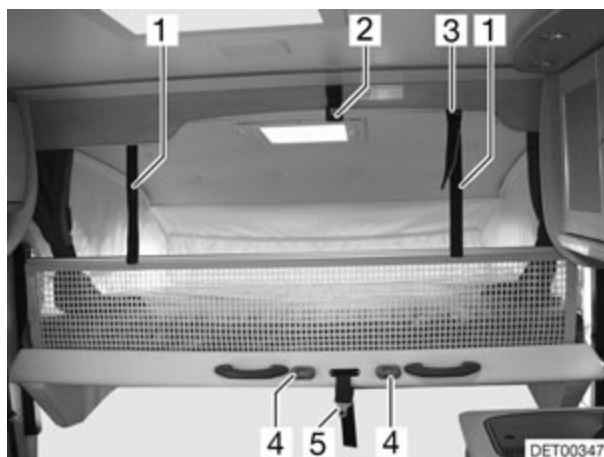

Fig. 75 Cama elevada
- Soltar el cinturón de retención (Fig. 75,5) del techo (Fig. 75,2).
- Asegurar la cama elevada con el cinturón de retención (Fig. 75,5) al techo (Fig. 75,2).
- Enganchar la escalera a las grapas (Fig. 75,4) de la cama elevada con los dos ganchos.
- Enganchar las correas de sujeción (Fig. 75,1) en los ganchos (Fig. 75,3) del techo.